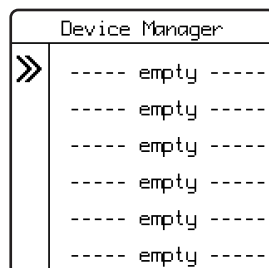

Fig. 1
5. Selezionare un posto libero nella lista utilizzando i tasti freccia (---- empty ----)(fig. 1).